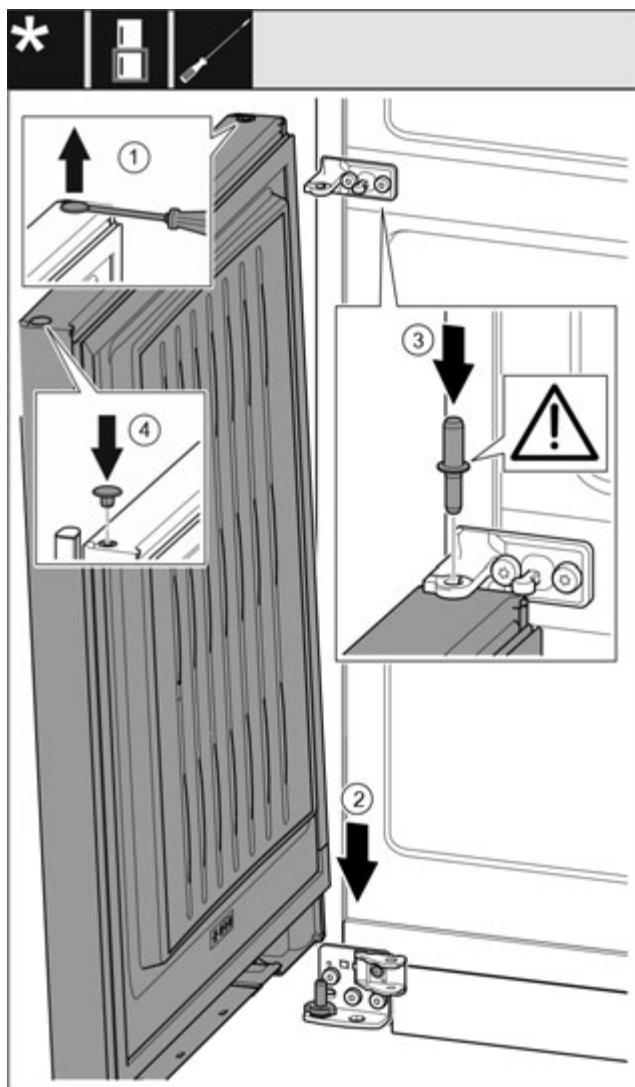

Fig. 41
- За допомогою шліщевої викрутки обережно підніміть пробку та витягніть її. Fig. 41 (1)
- Встановіть дверцята зверху на нижній опорний гвинт. Fig. 41 (2)
- Середній опорний гвинт встановіть в нижні дверцята через середній опорний кронштейн. При цьому виступ фіксатора повинен бути спрямований назад. Fig. 41 (3)
- Знову вставте пробку з іншого боку дверцят. Fig. 41 (4)